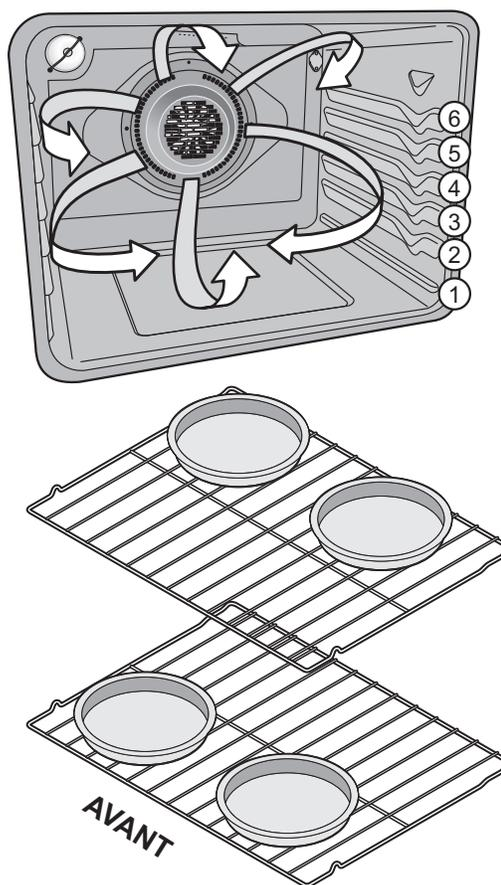

Figure 27 : Positions de rack et placement de panoramique
- Lorsque vous faites cuire des gâteaux à l'aide de deux grilles, placez les ustensiles de cuisson aux positions 3 et 5 et placez les ustensiles de cuisson comme indiqué sur la Figure 27.